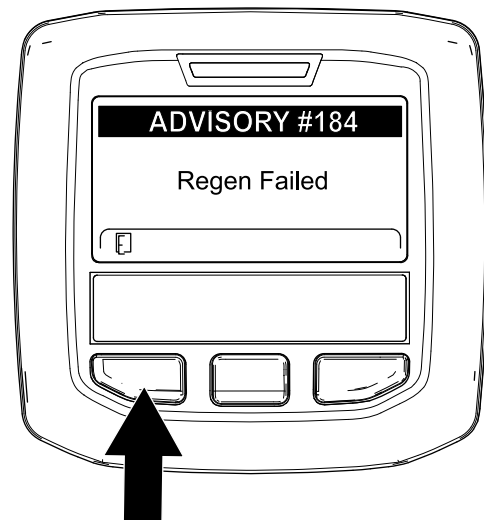

Bild 91
**Hinweis:** Wenn die Regenerierung nicht abgeschlossen wird, wird im InfoCenter „Advisory #184“ (Bild 91) angezeigt. Drücken Sie die linke Taste, um den Begrüßungsbildschirm anzuzeigen.